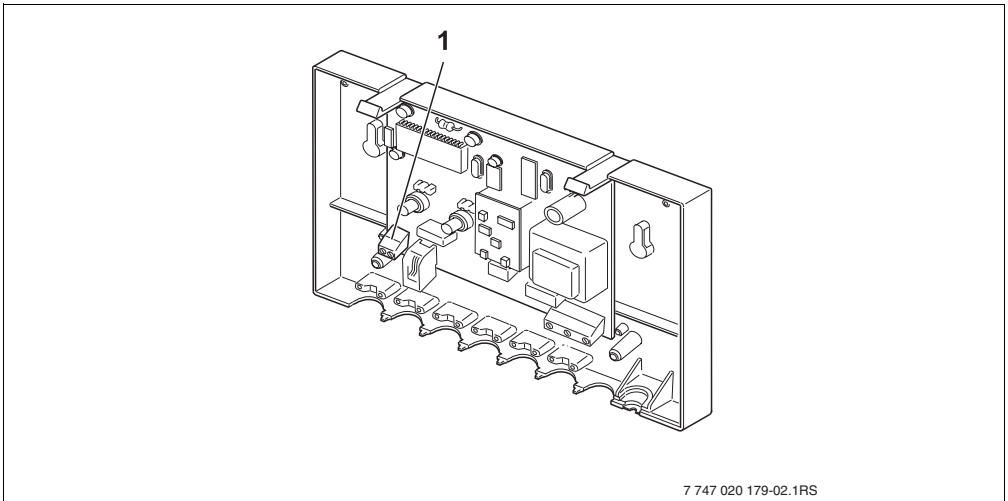

Bild 4 Anschluss für den Betrieb ans EMS-Regelgerät im Heizgerät
- EMS-Regelgerät (→ Bild 4, Seite 8) nach Anschlussplan verdrahten.